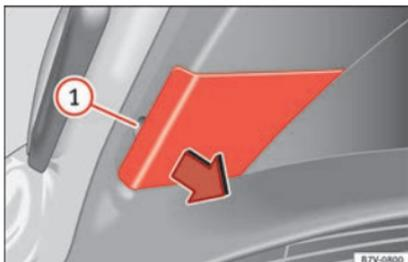

Abb. 112 In der Heckklappe: Abdeckung abnehmen.
2. Mit der flachen Klinge des Schraubendrehers aus dem Bordwerkzeug » **Abb. 101** die Abdeckung an der Aussparung » **Abb. 112** ① vorsichtig abhebeln.